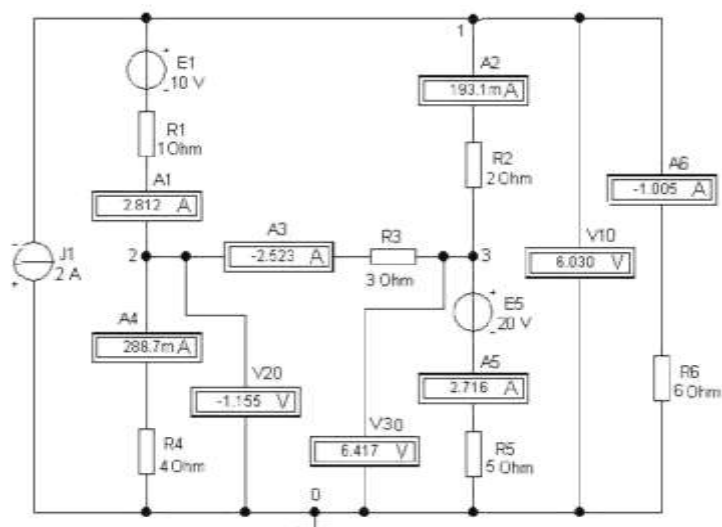

Рис. 4.4
3. Моделируем схему цепи на рабочем поле программы MS 10 (рис. 4.4). Запускаем программу на исполнение и заносим показания приборов в табл. 4.2. Убеждаемся, что расчетные и экспериментальные данные практически совпадают.